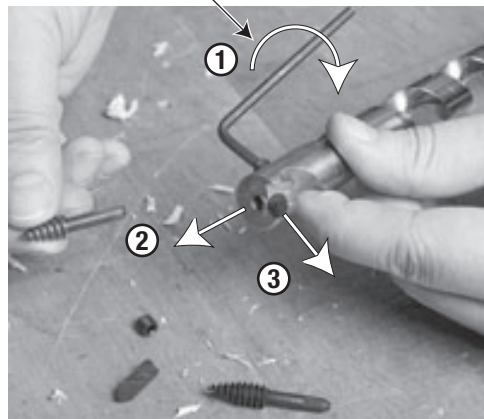

Fig. 1
1. (Refer to Fig. 1.) With the provided 1/8" hex key, remove the set screw by turning counterclockwise (1), next remove the feed screw (2), and finally remove the cutting edge insert (3).
1. (Voir Fig. 1) À l'aide de la clé Allen de 1/8 pouce fournie, tourner la vis de blocage dans le sens inverse des aiguilles d'une montre pour la déposer (1), puis déposer la vis d'avance (2) et, enfin, l'insert de tranchant (3).